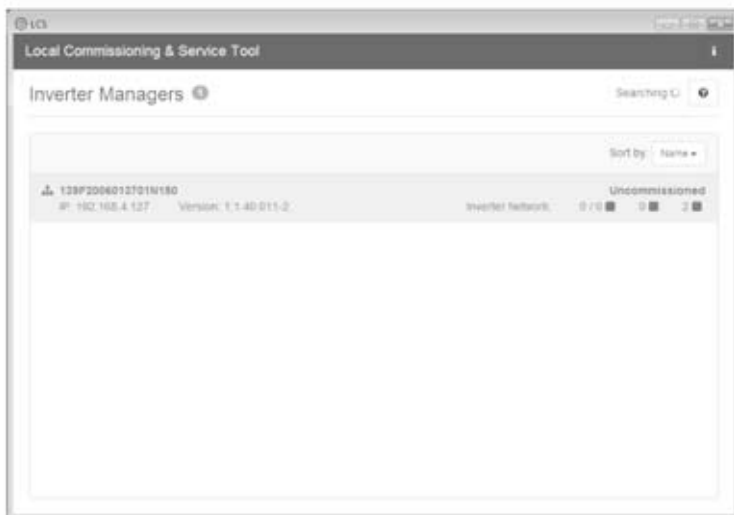

Figura 3.4 Tool LCS - Schermata iniziale
2. La schermata a questo punto mostra un elenco di tutti gli Inverter Manager (vedere figura 3.4). Per avviare la procedura guidata, fare clic sull'Inverter Manager da configurare. Facendo clic sull'Inverter Manager, vengono visualizzati gli inverter rilevati dall'Inverter Manager. Gli inverter non avviati (senza codice rete assegnato) sono presentati con una cornice blu insieme alla loro versione software.